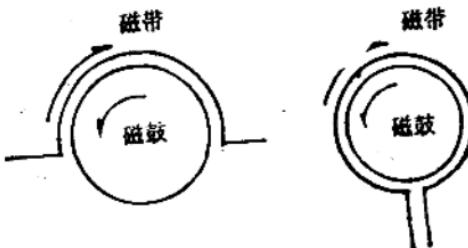

图1-5 Ω走带方式
1.Ω走带方式录像机 机中磁带以 180° 或小于 360° 的包角缠绕磁鼓。这种方式上下带方便，如图1-5所示。目前生产的大